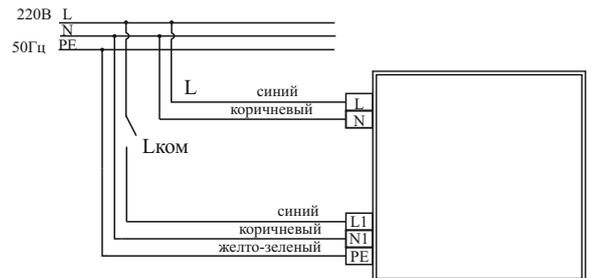

Рисунок 2
**Важно: для корректной работы системы линии питания L и Lком должны принадлежать одной фазе (рисунок2).**